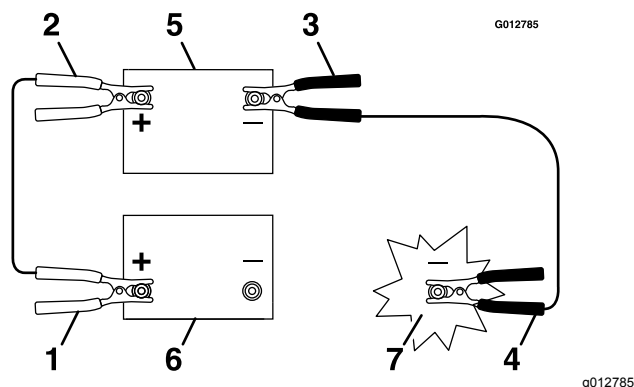

Figura 49
- Conecte el cable positivo (+) al borne positivo (+) de la batería descargada que está conectado al motor de arranque o al solenoide, según se indica en Figura 49.